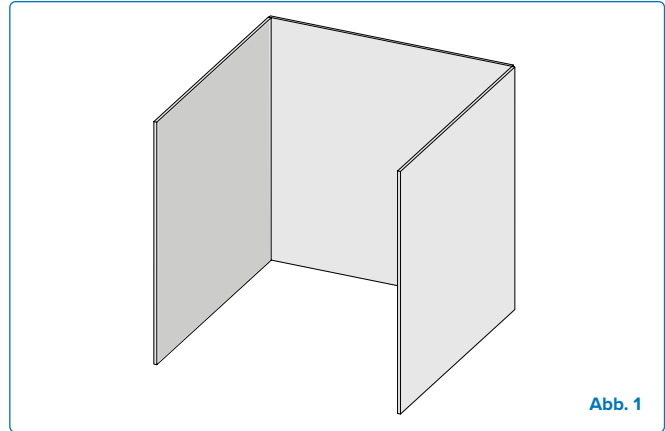

Abb. 1
- Ein Gerät gilt als im Freien aufgestellt, wenn es nur an drei Seiten durch Wände geschützt ist, aber keine Überdachung hat. **(Abb. 1)**